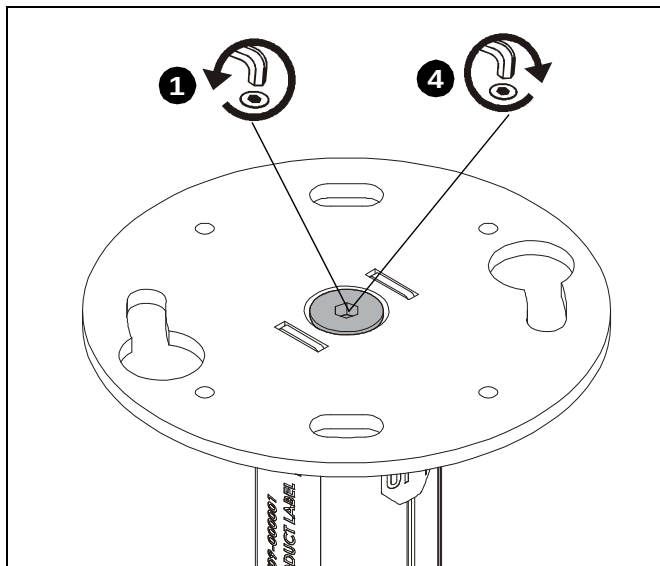

Figure 1
1. Desserrez le boulon au dessus du support de série KITE (E) en tournant le boulon en 1 à 2 rotations complètes. (Voir la Figure 1)
4. Serrez le boulon au dessus du support de série KITE (E). (Voir la Figure 1)